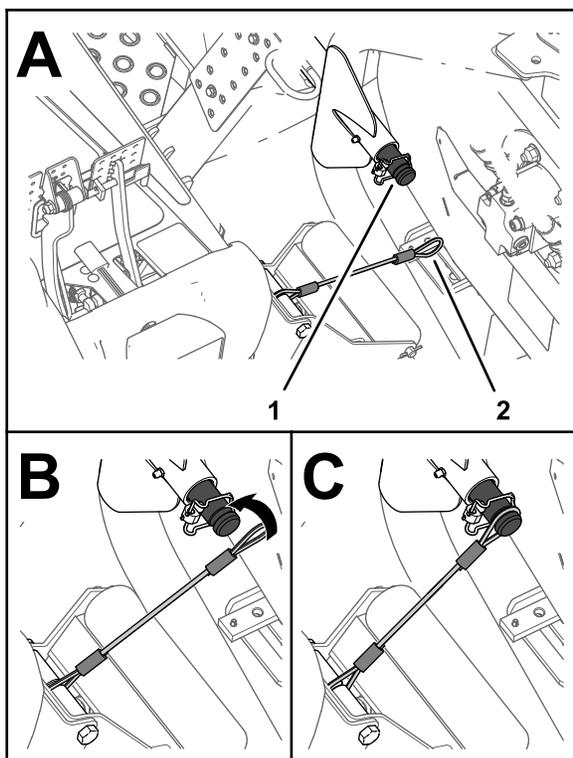

Рисунок 26
5. Совместите строп с несущим валом подъемного рычага переднего наружного режущего блока (Рисунок 26).
6. Наденьте петлю стропа на несущий вал до полной посадки петли в канавку вала (Рисунок 26).